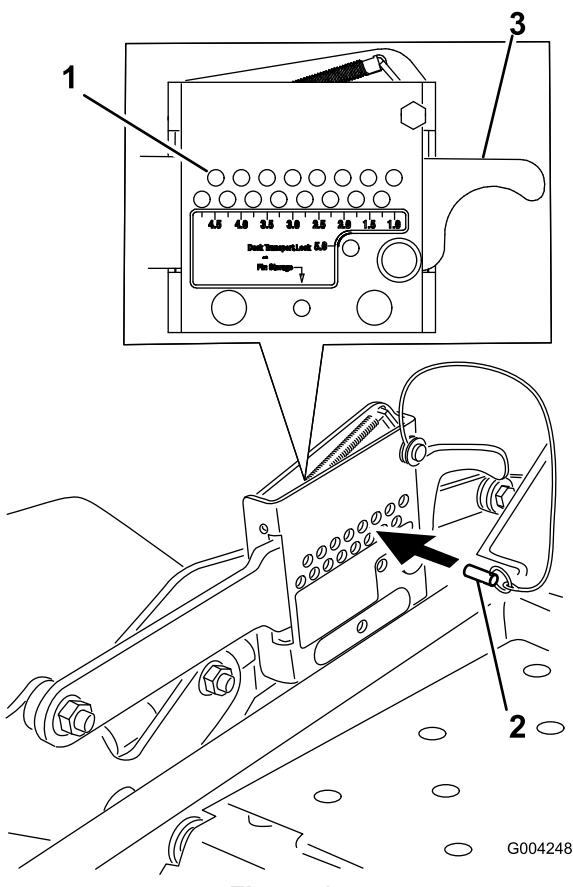

Figure 15
1. Relevez le levier de sélection de hauteur de coupe en position de transport (qui correspond aussi à la hauteur de coupe de 127 mm [5 pouces]) (Figure 15).
2. Pour changer de hauteur de coupe, retirez l'axe de chape du support de hauteur de coupe (Figure 15).
3. Placez l'axe de chape dans le trou du support correspondant à la hauteur de coupe voulue (Figure 15).